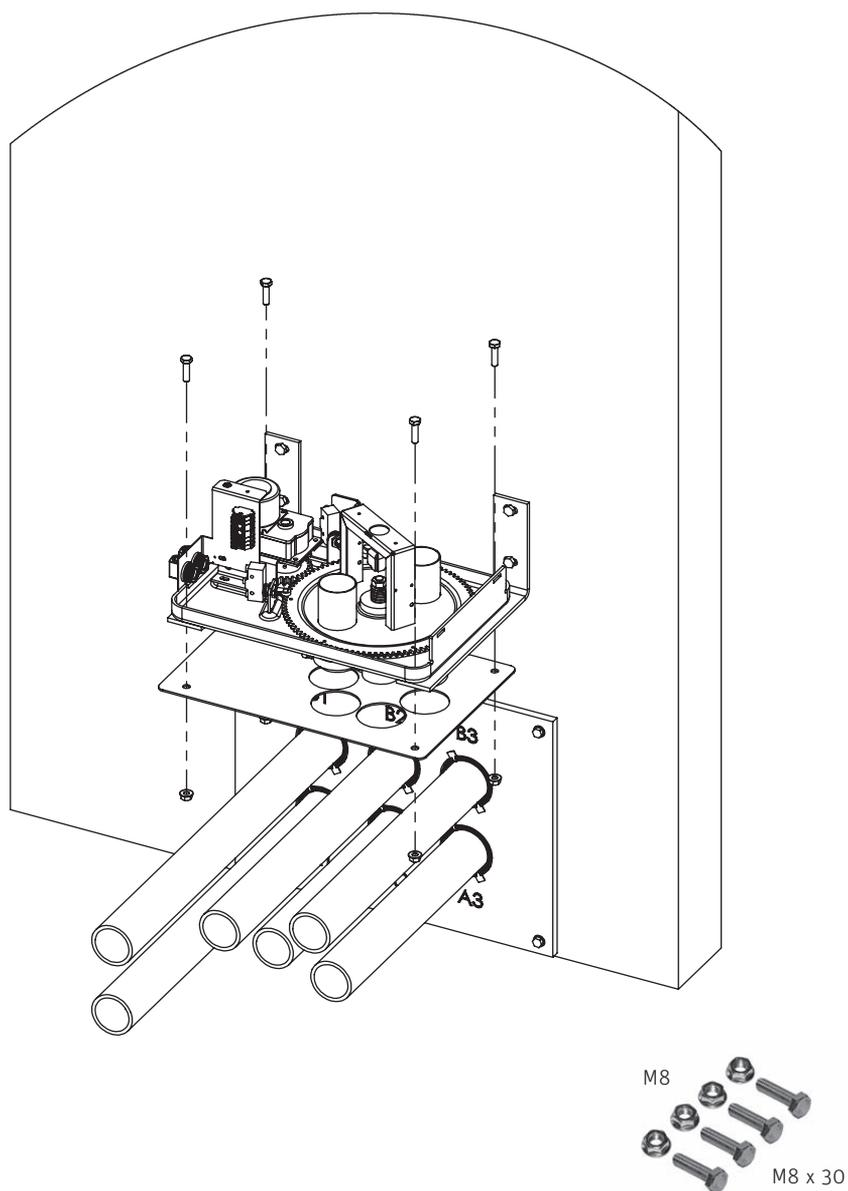

Fig. 38 Montaggio dell'unità di commutazione e della lamiera di copertura
- Fissare l'unità di commutazione e la lamiera di copertura sull'angolare di montaggio con rispettivamente 4 viti a testa esagonale M8 x 30 e dadi autobloccanti M8 – Fig. 38.